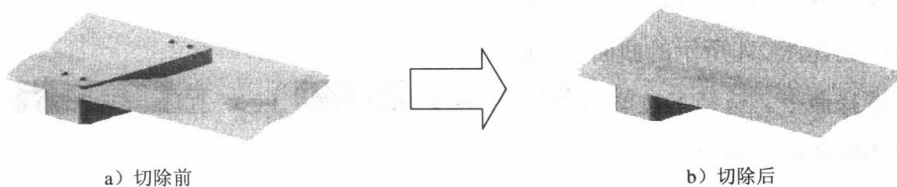

图 2.7 “使用曲面切除 1”
(3) 定义拉伸深度属性。
① 定义深度方向。采用系统默认的深度方向。
② 定义深度类型和深度值。在“拉伸”窗口 **方向 1** 区域的下拉列表中选择 **两侧对称** 选项，输入深度值 100.0。
(4) 单击窗口中的  按钮，完成拉伸 1 的创作。
Step5. 添加图 2.7 所示的“使用曲面切除 1”。
(1) 选择下拉菜单 **插入(I)** → **切除(C)** → **使用曲面(U)** 命令。
(2) 定义切除曲面。选择曲面一等距 1 作为切除曲面。